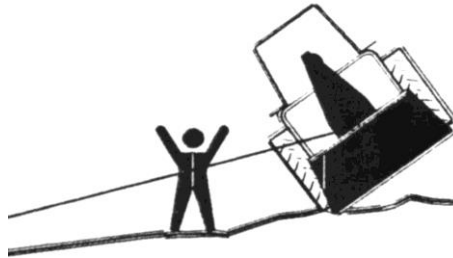

Bild 4
27. Auf einem unebenen Gebiet bzw. bei Nichtbeachtung des maximal erlaubten Zugwinkels besteht eine Umkipppgefahr (Bild 4).